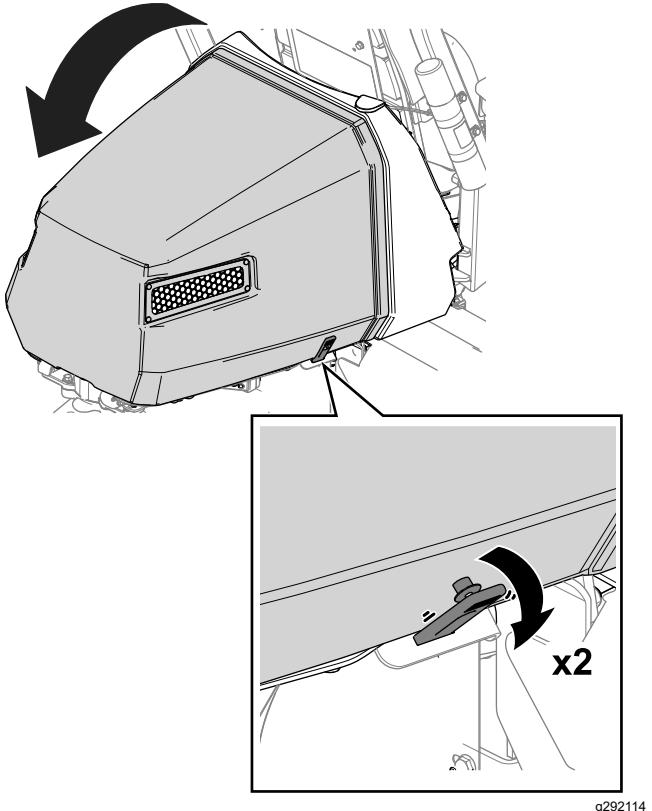

Figure 36
- Détachez les attaches de chaque côté du capot (Figure 36).
- Ouvrez le capot (Figure 36).